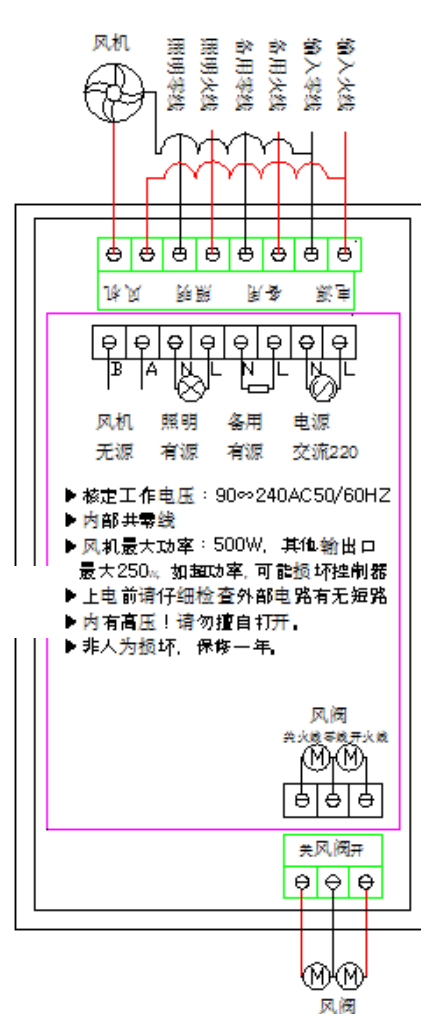

图 1
风阀执行器时间：5-60 秒，用户可设定安装接线：**控制器内部共零线**，用户可以根据需要自行接线（参考图 1）
1. 当风机功率小于 500W 时，请参考图 1。